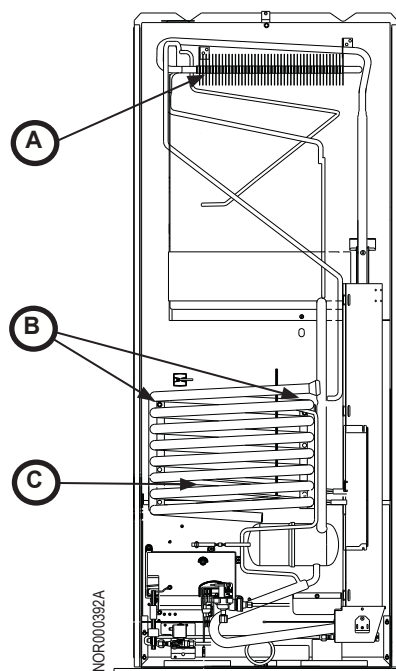

Fig. 10: Tornillos de montaje de la unidad refrigerante
1. Saque los tornillos (1x o 2x) que sujetan el condensador (fig. 10, A) a la parte posterior superior del refrigerador. Póngalos aparte.
2. Saque los tornillos (2x) (fig. 10, B) que sujetan las bobinas del absorbedor (fig. 10, C) a la parte posterior del refrigerador. Póngalos aparte.